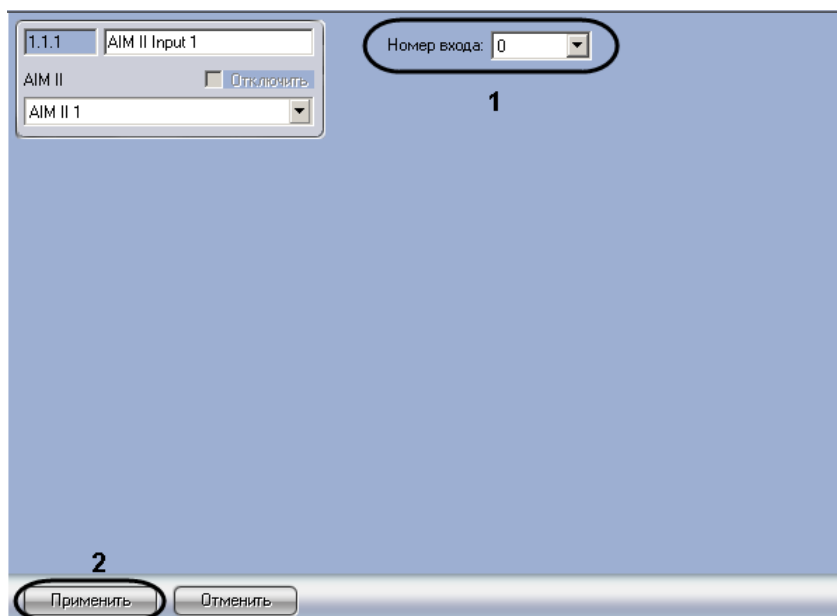

Рис. 3.7—2 Настройка тревожного входа
2. Из раскрывающегося списка **Номер входа** выбрать номер тревожного входа (см. Рис. 3.7—2, 1).
3. Нажать на кнопку **Применить** (см. Рис. 3.7—2, 2).